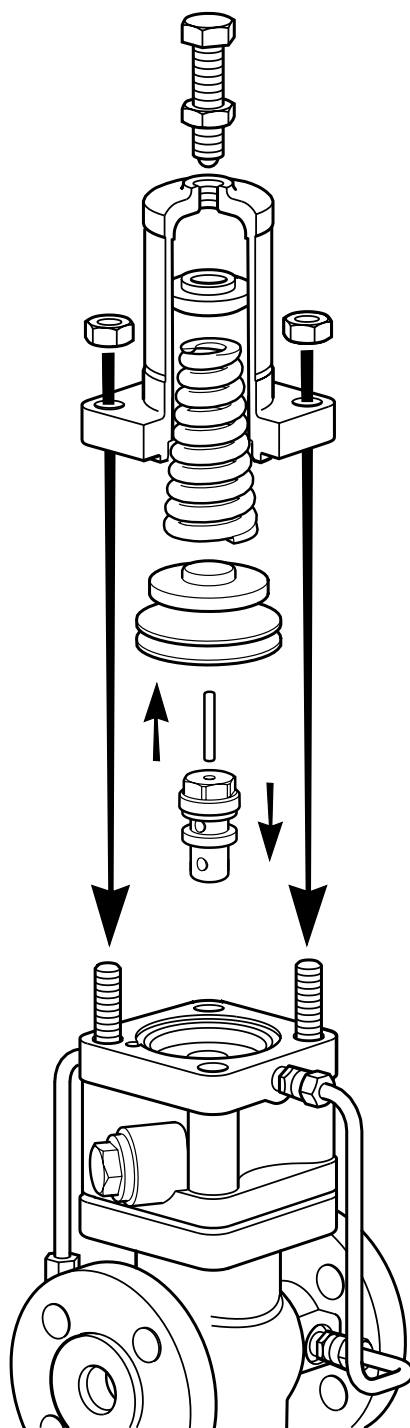

Рис. 10
- g.** Проведите сборку в обратном порядке (рис. 10).